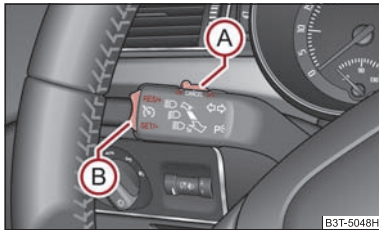

Abb. 136 Bedienungshebel: Wippe und Schalter der Geschwindigkeitsregelanlage
Bedient wird die Geschwindigkeitsregelanlage mit dem Schalter **A** ⇒ Abb. 136 und der Wippe **B** im linken Hebel des Multifunktionsschalters.
- Die gespeicherte Geschwindigkeit können Sie ohne Betätigung des Gaspedals durch Drücken der Wippe **B** ⇒ Seite 137, Abb. 136 in die Position **RES erhöhen**.
- Die Geschwindigkeitsregelanlage können Sie auch vorübergehend abschalten, indem Sie den Schalter **A** ⇒ Seite 137, Abb. 136 in die Mittelstellung drücken.
Die **Wiederaufnahme** der gespeicherten Geschwindigkeit erfolgt nach Loslassen des Brems- oder Kupplungspedals, bei Fahrzeugen mit automatischem Getriebe nur nach Loslassen des Bremspedals, und nach kurzem Drücken der Wippe  ⇒ Seite 137, Abb. 136 in die Position **RES**.
- Drücken Sie den Schalter  ⇒ Seite 137, Abb. 136 nach rechts in die Stellung **OFF**. ■